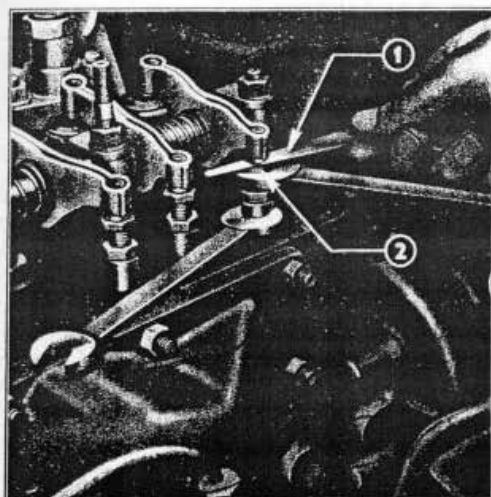

Fig. 4 = Reglage du jeu des soupapes
6. A l'aide d'un calibre de 0,25 mm glissé entre l'extrémité du culbuteur et la vis de fixation du poussoir, vérifier le jeu des soupapes N° 1, 2, 3 et 5 (d'arrière en avant). S'il y a lieu, régler le jeu des soupapes comme on le montre sur la Fig. 4. Après réglage, serrer à fond l'écrou de blocage de la vis de fixation du poussoir.